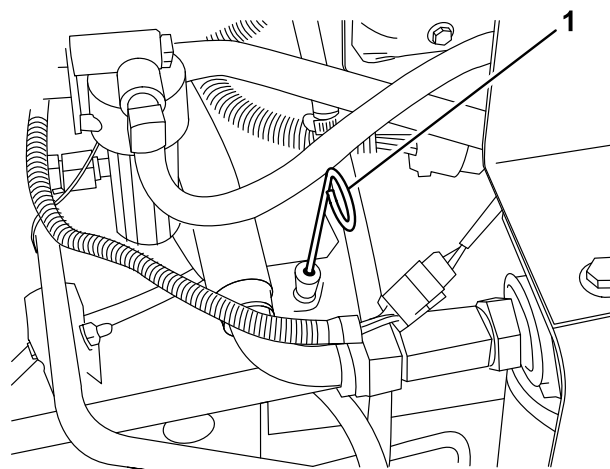

図 29
2. ディップスティック 図 29を抜き ウェスで拭いてもう一度差し込む。再び引き抜いて油量を点検する。FULL 位置まであればよい。